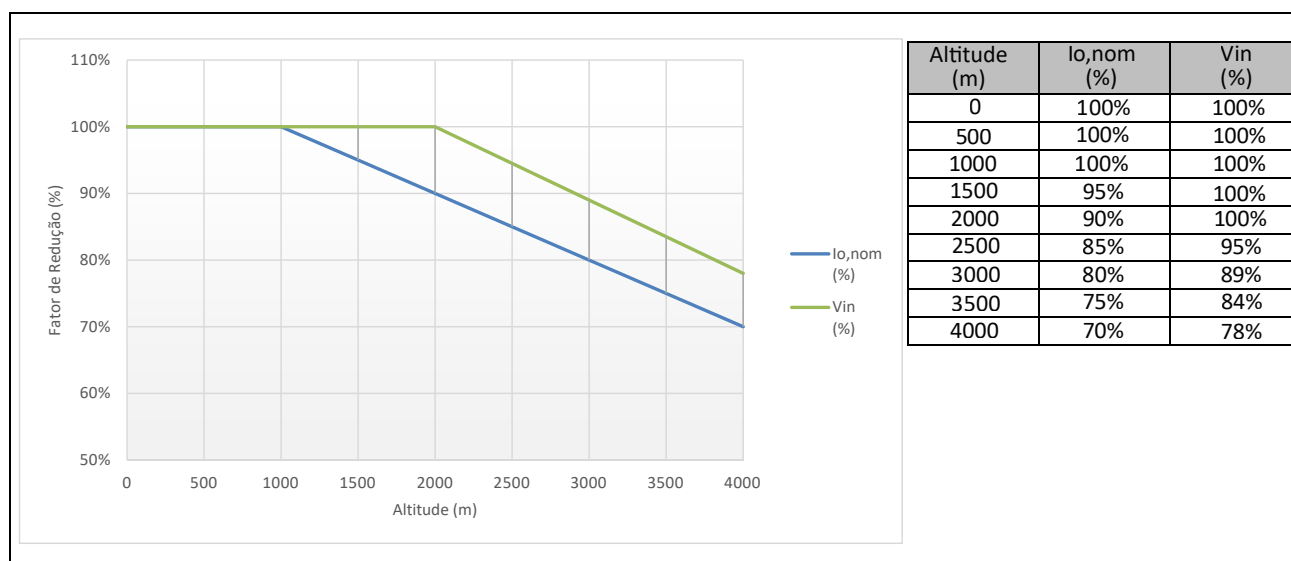

Figura 8.3: Redução da corrente em função da altitude de instalação
A Figura 8.3 ilustra de forma gráfica as especificações de redução de corrente de saída e tensão de alimentação de acordo com a altitude.
- FD_{al}: Para altitude de instalação de 1500 m, o fator de redução é $FD_{al}=95\%$ (vide Figura 8.3).